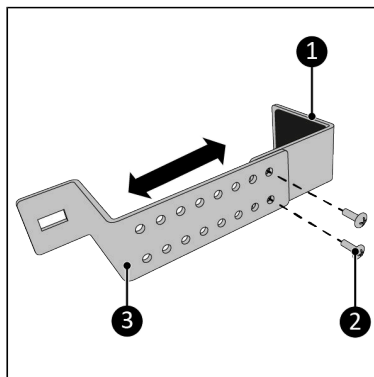

Figura 77.
3. Înșurubați partea superioară (Figura 77, nt. 1) și partea inferioară (Figura 77, nt. 3) împreună folosind cele două Șuruburi M5 x 10 mm (Figura 77, nt. 2). Asigurați-vă că lățimea este puțin mai mare decât lățimea ramei ferestrei.